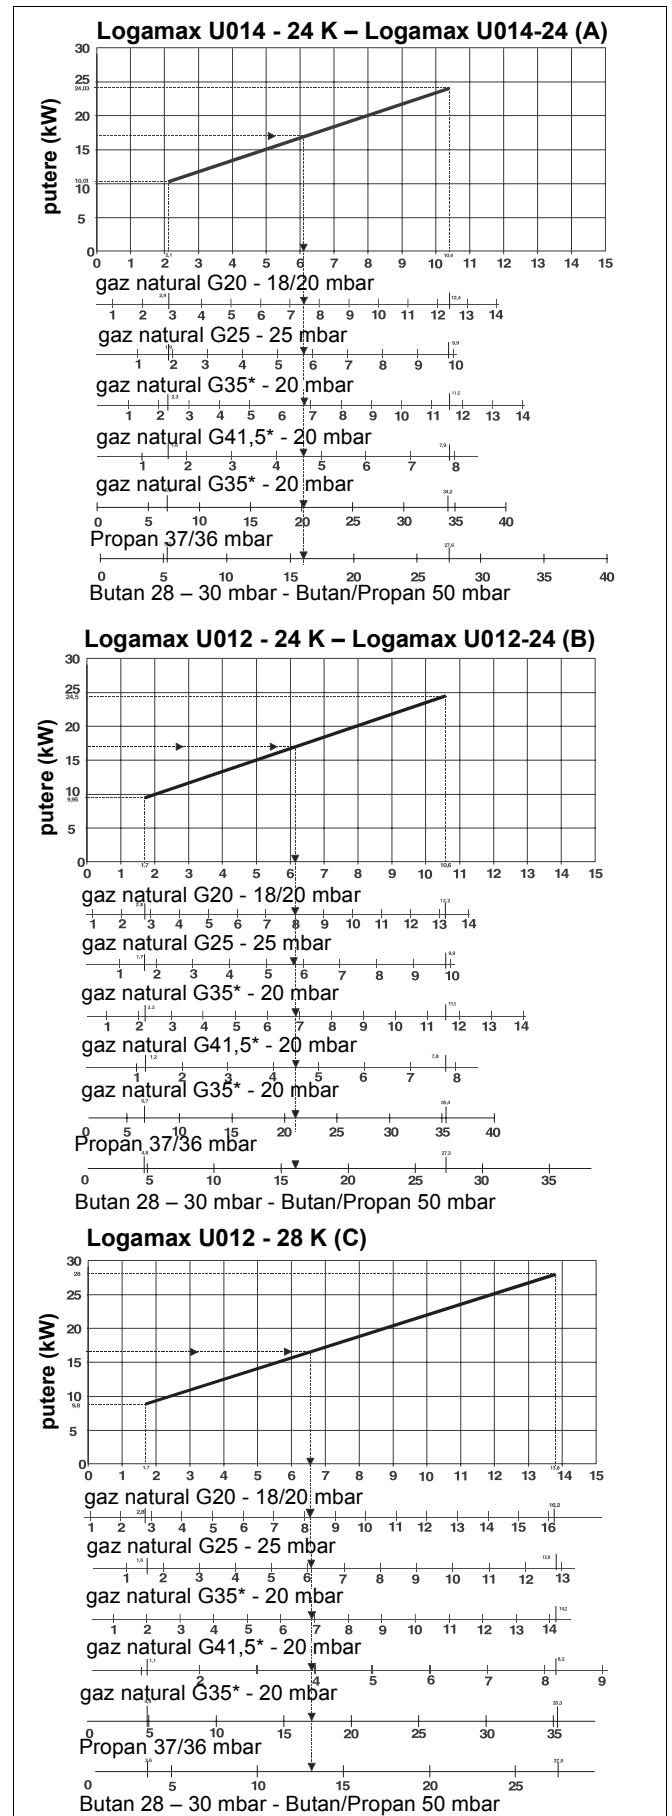

Fig. 52 Presiunea duzelor la arzător în funcție de puterea cazanului
- Citiți presiunea din duze și verificați pe fig. 52 în baza diagramelor dacă puterea cazanului de încălzire coincide cu necesarul de căldură.
Logamax U014-24/U012-24 trebuie limitat la o putere de încălzire maximă de 17 kW. Utilizați fig. 52 în acest caz.